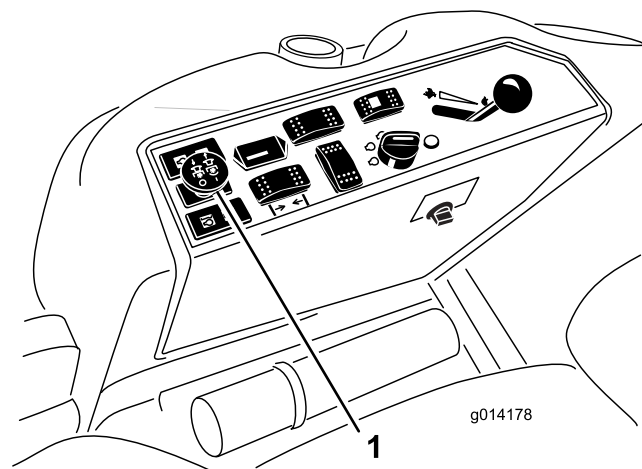

Figura 15
3. Puxe para cima o interruptor da tomada de força para o engatar (Figura 15).